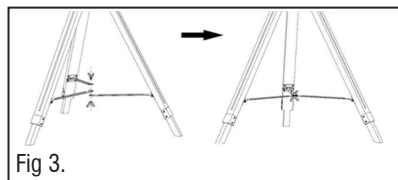

Fig 3.
3.2.1.5. Abra las patas para conectar los tres tubos de enlace de metal con la tuerca de mariposa. Mostrado en la Fig.3.